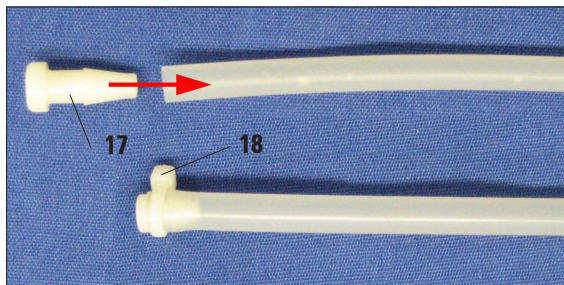

Fig. 27
Si seulement une ou deux stations de lavage sont requises, les tuyaux non utilisés doivent être fermés avec un bouchon (17), voir fig. 27.
- Pour cela, enfoncer complètement le bouchon en le tournant dans l'extrémité du tuyau et le bloquer avec un serre-câble (18).